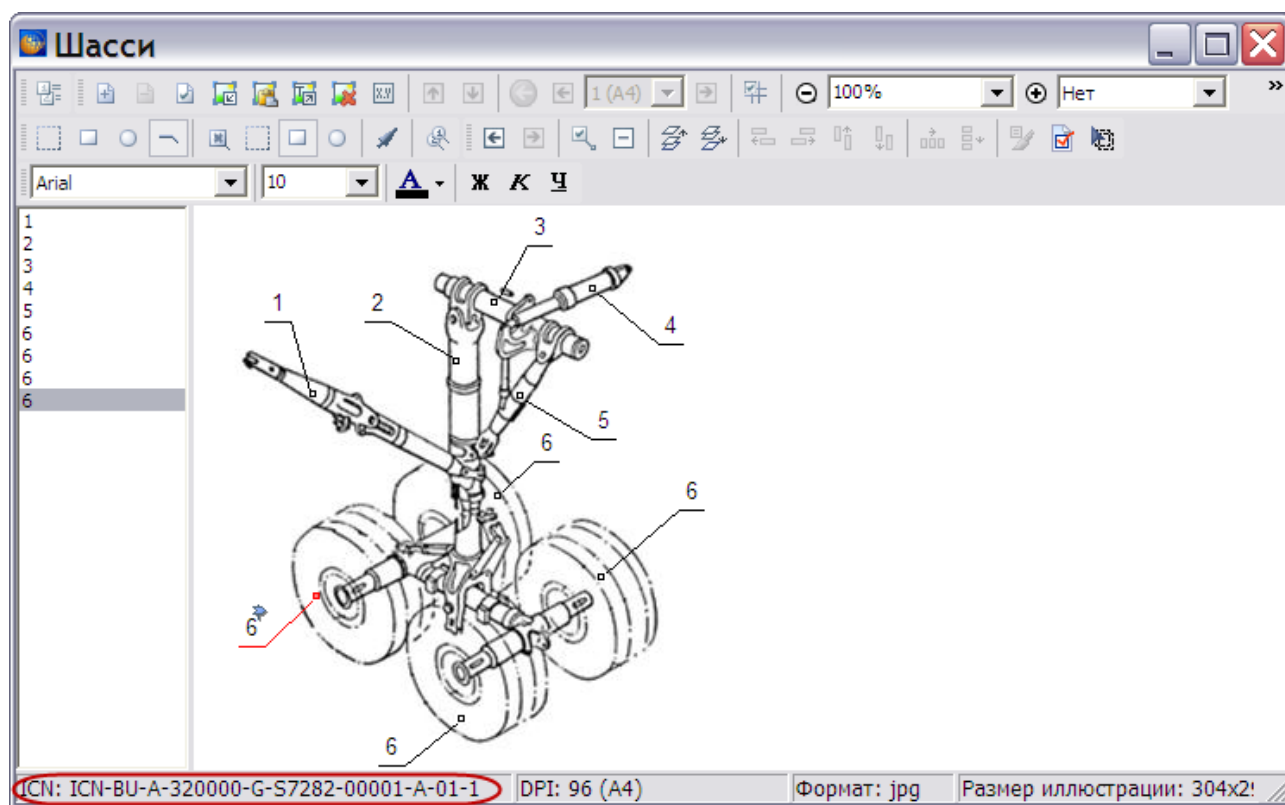

Рис. 5.173
10. Если установлен флаг **Дополнительное поле для номера иллюстрации**, то номер иллюстрации будет виден под иллюстрацией. Если флаг сброшен, то номер иллюстрации будет виден на самой иллюстрации. Кроме того, номер, введенный в поле **Контрольный номер иллюстрации**, будет виден в левом нижнем углу окна редактора иллюстраций (Рис. 5.173).